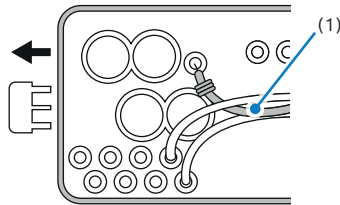

Abb. 2
9. Ein schwarz/weißes Kabel (1) in Kabelbaumstecker XE1 (Abb. 2) einbauen.